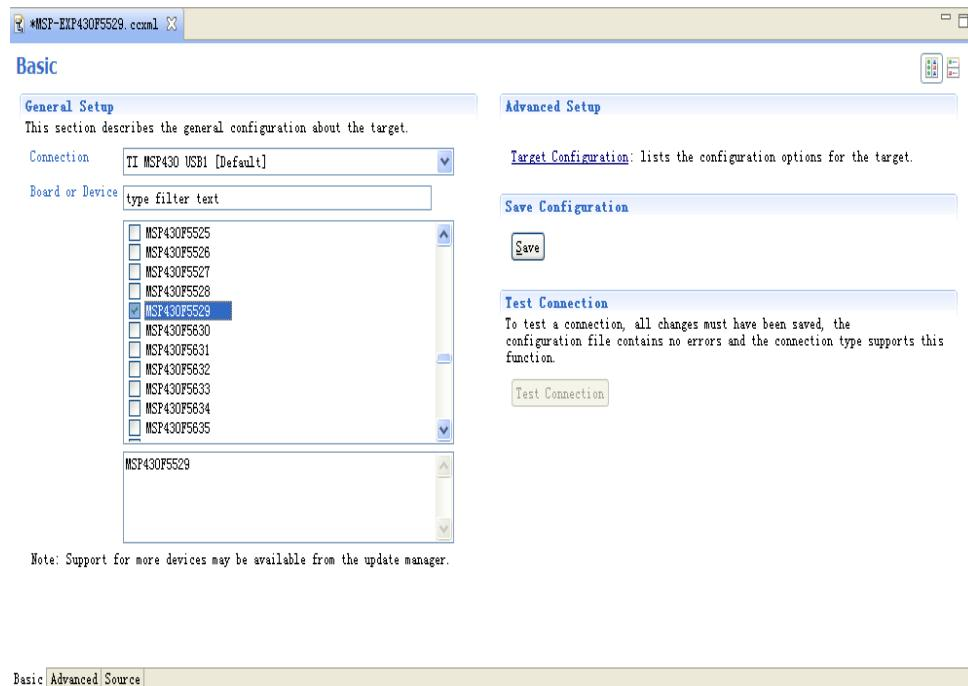

图 1.20 目标配置编辑器
(4) 单击 Finish, 将打开目标配置编辑器, 如图 1.20 所示。